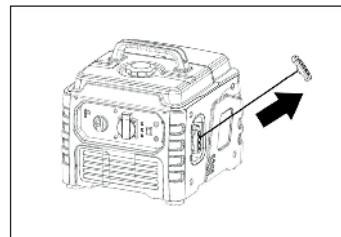

Рис. 8
- Плавно потяните ручку стартера до тех пор, пока не почувствуете сопротивление, после сделайте резкий рывок (при первом запуске проделать эту процедуру несколько раз, чтобы топливо попало в карбюратор). Не вытягивайте трос до конца. После запуска двигателя верните трос в изначальное положение, не отпуская при этом его ручку. (Рис. 8).